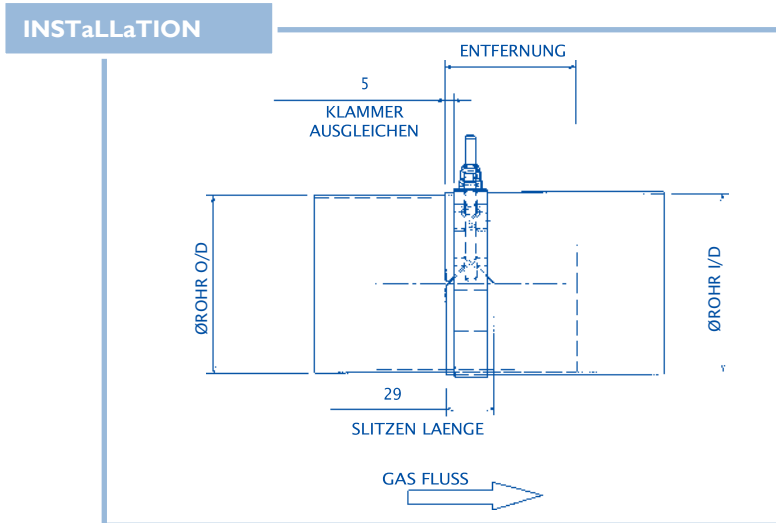

Abbildung 1: Anforderungen an AD/ID-Verbindungen
- 3.4 Alle AD/ID-Verbindungen müssen gemäß Abbildung 1 installiert werden,